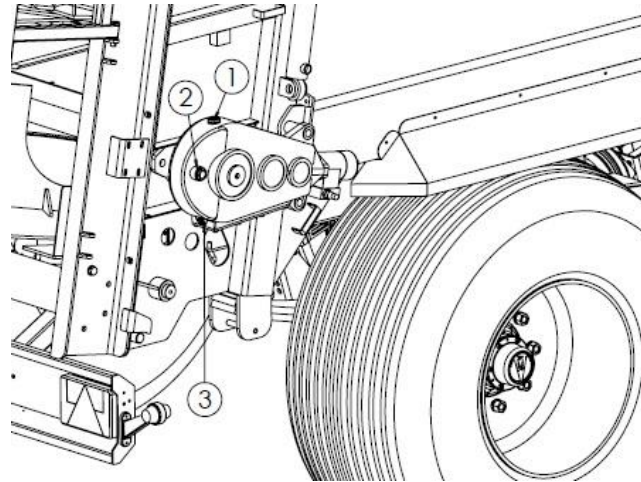

Abbildung 30. Ölstands-Kontrollpunkte des Rollbodengetriebes.
Zum Ablassen des Öls aus dem Getriebe (Abbildung 30, 31, 32) die Ablassschrauben (3) lösen. Füllen Sie die Getriebe über die Ölfüllöffnung (1) mit neuem Öl, bis Öl im Schauglas (2) erscheint. Es liegt dann ein richtiger Ölstand vor, wenn das Öl in der Mitte des Schauglases sichtbar ist.